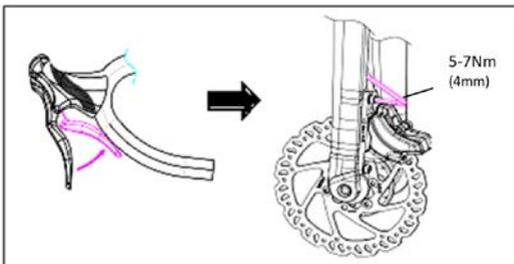

Abb. G-2 Bremshebel ziehen und Bremssattel mit 5 – 7 Nm anziehen
- Bringen Sie zur Ausrichtung des Bremssattels das Rad sicher entsprechend der Fahrradanleitung an; halten Sie den Bremshebel fest gezogen, damit sich der Bremssattel am Rotor ausrichtet, während Sie die Bremssattel-Montageschrauben mit einem Drehmoment von 5 – 7 Nm anziehen (**Abb. G-2**).